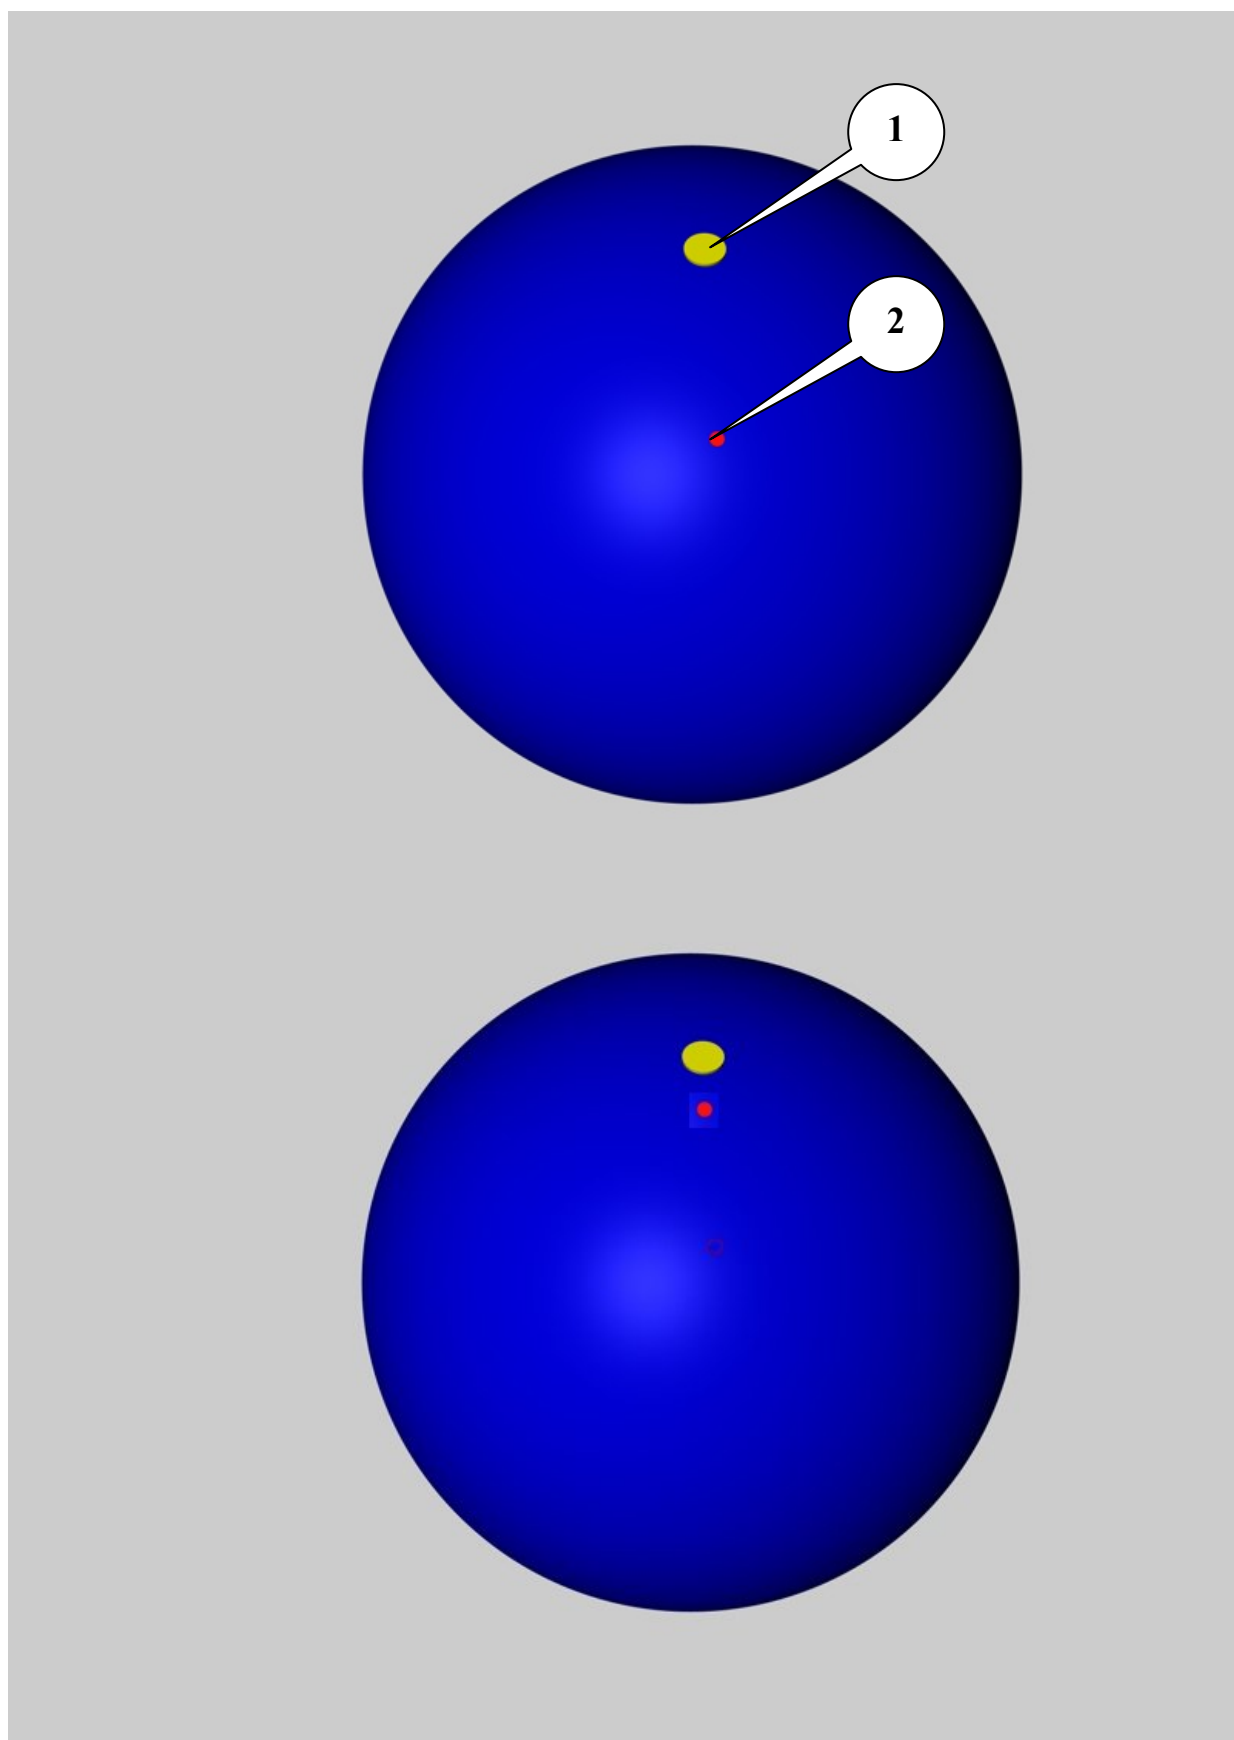

Рисунок 17.
На поверхности у каждого шара (рис.17), имеется цветная точка (1), которая обозначает центр ядра, имеет название PIN, и точка (2) CG (центр тяжести). В любой инструкции на шар указана точка PAP (рис.16). Отдаленность PIN от PAP, определяет величину (TRACK FLARE) расстояние между масляными треками на поверхности шара после броска (рис.12-13). PIN от PAP может располагаться на расстоянии до шести дюймов. Чем больше расстояние (в пределах шести дюймов), тем дальше на дорожке находится точка, в которой шар начинает делать хук. Чем дальше PIN от PAP, тем выше положение RG. В каждом шаре может быть достигнуто более высокое или более низкое расположение RG. Наиболее низкое положение RG ядра может быть достигнуто, когда пин располагается непосредственно на PAP, а наиболее высокое, когда пин расположен на расстоянии в шесть дюймов от неё, называется